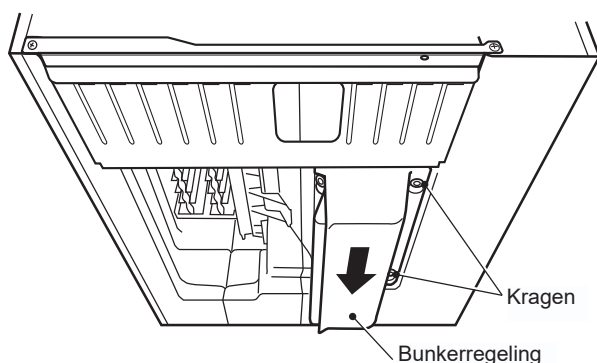

Afb. 5
6) Leid de kabel van de bunkerschakelaar door de opening in de basis en vervolgens in de meegeleverde bus. Zie afb. 5.